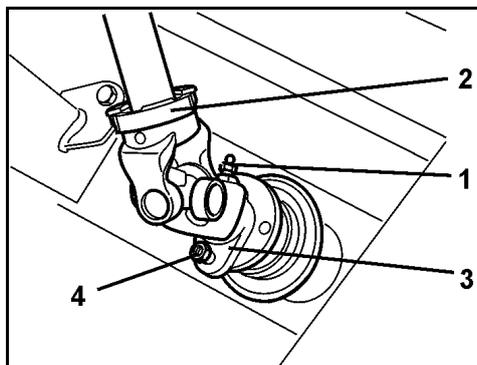

Fig. 54
13. Immobilisez la protection d'arbre à cardan en accrochant la chaîne à la machine (Fig. 54).